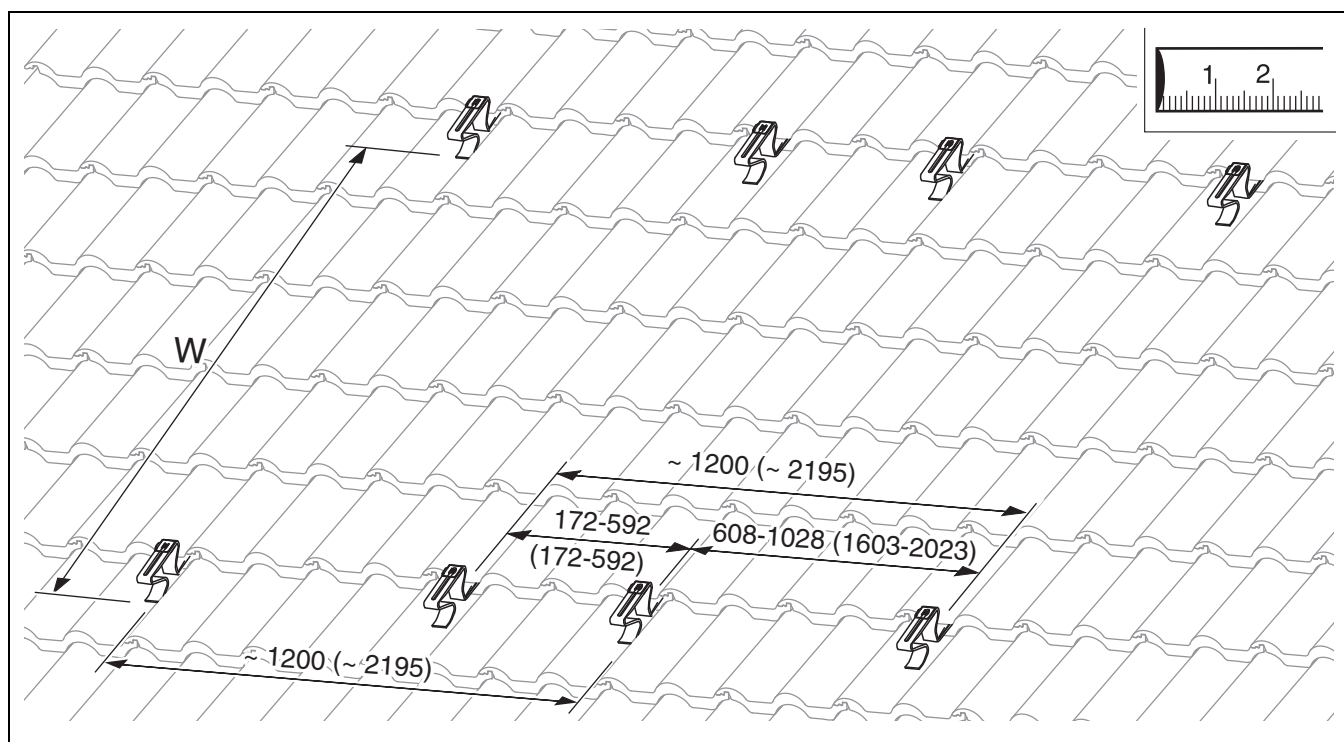

Рис. 21 Кровельные крюки для двух коллекторов (размеры в скобках - для горизонтальных коллекторов; размеры в мм)
- Определите расположение кровельных крюков и нанесите разметку на крышу (→рис. 21).